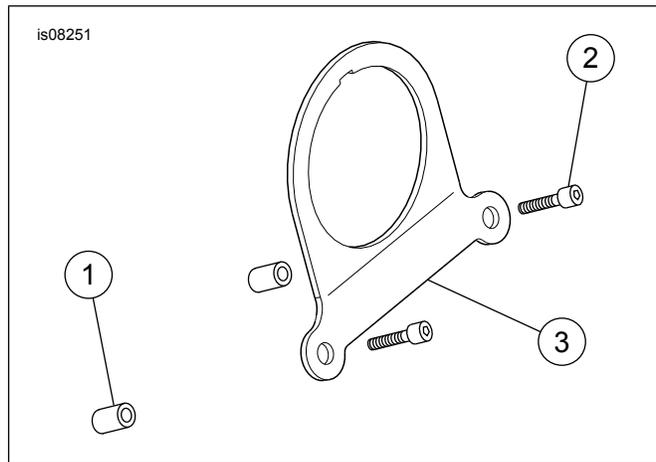

Abbildung 1. Ersatzteile
Siehe Abbildung 1 und Tabelle 3.
1. Siehe Abbildung 1. Die beiden Lenkerschellenschrauben, die am weitesten vom Fahrer weg sind, entfernen.
2. Distanzstücke (1) in die leeren Schellenschrauben-Ansenkungen einsetzen.
3. Den Drehzahlmesser (3) mit den Kappenschrauben (2) an der Lenkerschelle lose befestigen.